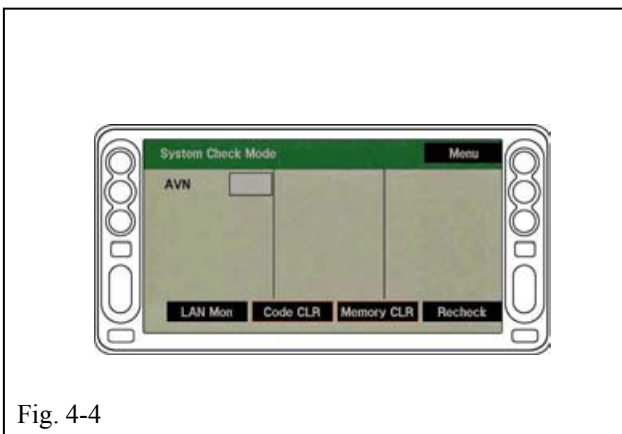

Fig. 4-4
- (d) Touch "Menu" to display the "Diagnosis Menu" screen (Fig. 4-4).